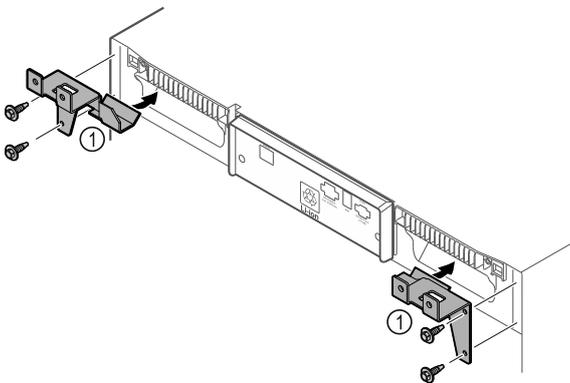

Fig. 10
- Montirajte pridržne dijelove Fig. 10 (1) s pomoću samoureznih vijaka na uređaj.